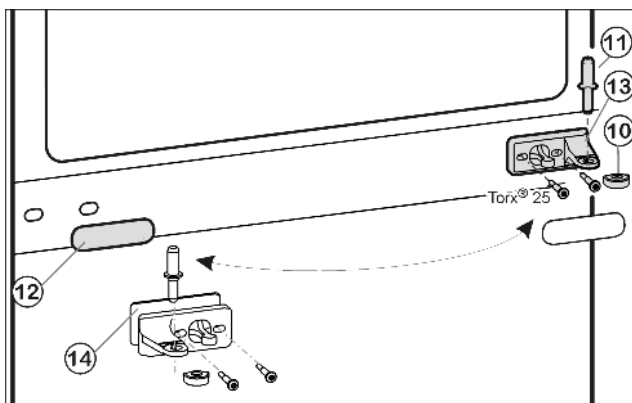
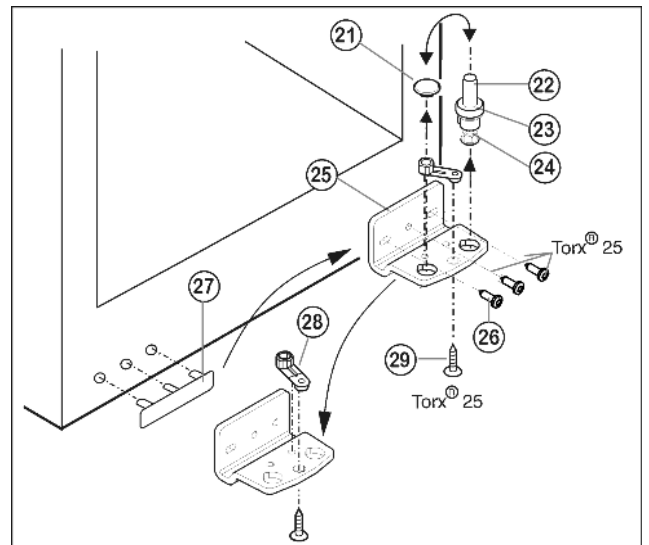

Fig. 9
Fig. 10
- ▶ Vidurinį atraminį varžtą Fig. 9 (11) ištraukite iš atraminės gembės ir apatinių durų.
- ▶ Nuimkite plastikinį dangtelį Fig. 9 (10).
- ▶ Nusukite vidurinį guolio spyrį Fig. 9 (13) (2 kartus Torx® 25).
- ▶ Atsargiai nuimkite dengiamąją plokštelę Fig. 9 (12).
- ▶ Apsukite 180° kampu vidurinį guolio spyrį Fig. 9 (13) kartu su pagrindu Fig. 9 (14) ir tvirtai (4 Nm) priveržkite kitoje lankstų pusėje.
- ▶ Dengiamąją plokštelę Fig. 9 (12), pasukę 180° kampu, užfiksuokite kitoje rankenos pusėje.
- ▶ Visą atraminį varžtą Fig. 10 (22) ištraukite į viršų supoveržle Fig. 10 (23) ir kojele Fig. 10 (24).
- ▶ Nukelkite kaištį Fig. 10 (21).
- ▶ Atsukite atraminę gembę Fig. 10 (25) Fig. 10 (26).
- ▶ Atsukite atraminę detalę Fig. 10 (28) Fig. 10 (29) ir perkeltkite į priešingoje atraminės gembės pusėje esančią tvirtinimo angą bei vėl priveržkite.
- ▶ Atsargiai nuimkite ir perkeltkite į priešingą pusę rankenos pusės dengiamąją plokštelę Fig. 10 (27).
- ▶ Atraminę gembę Fig. 10 (25) kitoje lanksto pusėje tvirtai (su 4 Nm) vėl priveržkite, jei reikia, akumuliatoriniu atsuktuvu.
- ▶ Įstatykite kaištį Fig. 10 (21) vėl į kitą skylę.
- ▶ Vėl įstatykite iki galo atraminį varžtą Fig. 10 (22) su poveržle ir kojele. Atkreipkite dėmesį į tai, kad fiksavimo kumštėlis būtų nukreiptas į galą.
- ▶ Apatines duris iš viršaus uždėkite ant apatinio atraminio varžto *Fig. 10 (22)*.
- ▶ Plastikinį dangtelį *Fig. 9 (10)* vėl uždėkite ant vidurinės atraminės gembės *Fig. 9 (13)*.
- ▶ Vidurinį atraminį varžtą *Fig. 9 (11)* per vidurinę atraminę gembę *Fig. 9 (13)* įstatykite į apatines duris kitoje lankstų pusėje.
- ▶ Viršutines duris uždėkite ant vidurinio atraminio varžto *Fig. 9 (11)*.
- ▶ Jei reikia, per išilgines angas atraminės gembės apačioje *Fig. 10 (25)* ir atraminėje gembėje viduryje *Fig. 9 (13)* duris sureguliuokite taip, kad durų ir prietaiso korpuso kraštai būtų vienoje linijoje. Tam atraminės gembės apačioje *Fig. 10 (25)* išsukite vidurinį varžtą.